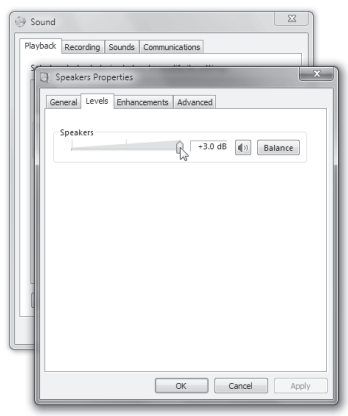

Figura 5
7. Scegliete l'etichetta "Riproduzione", poi l'etichetta "Livello" per regolare il Volume Generale del computer al 100% (figura 5) ed usate il controllo di Livello del pannello frontale degli Studio GT per regolare il livello globale di uscita dalle casse acustiche e in cuffia.